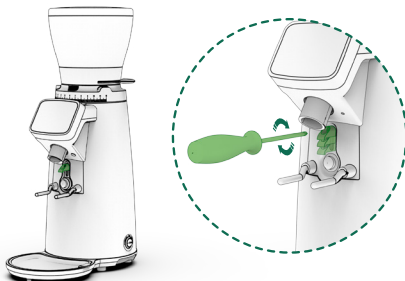

Fig. 5
1. Afloje el tornillo en el soporte superior del portafiltro (10) utilizando un destornillador Philips n.º2.
3. Apriete el tornillo con un destornillador Philips n.º2 (**Fig. 5**).